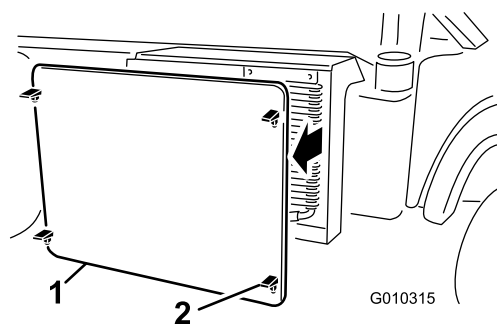

Figura 52
5. Abra los enganches y retire la rejilla del radiador de la parte delantera del radiador (Figura 52).